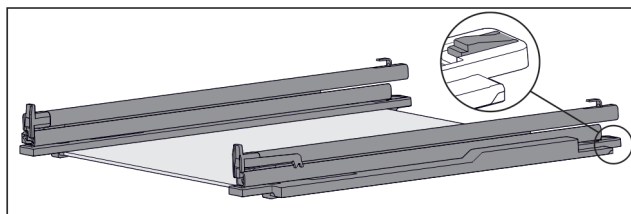

Fig. 41 Skleněná deska s kolejničkami a přídržnými díly
- ▶ Přídržný díl vzadu stlačte dolů (viz Fig. 41) a současně zasuněte kolejničku dozadu.